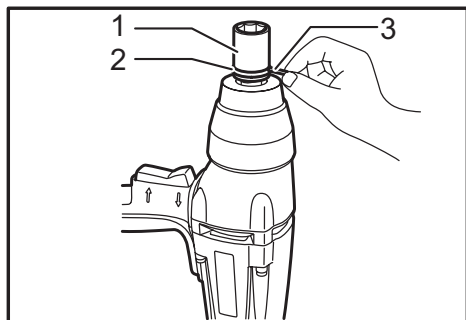

Fig.3
► Fig.3: 1. Socket 2. O-ring 3. Pin